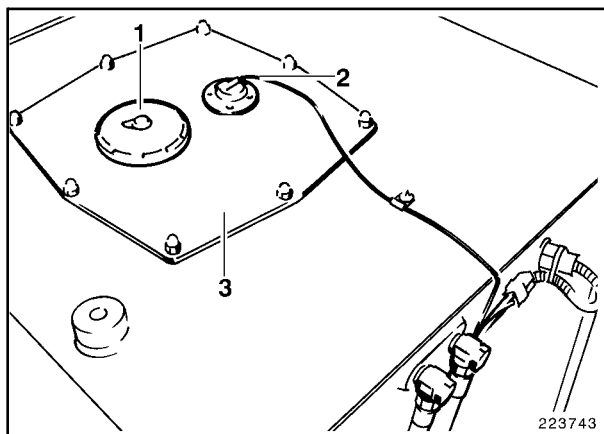
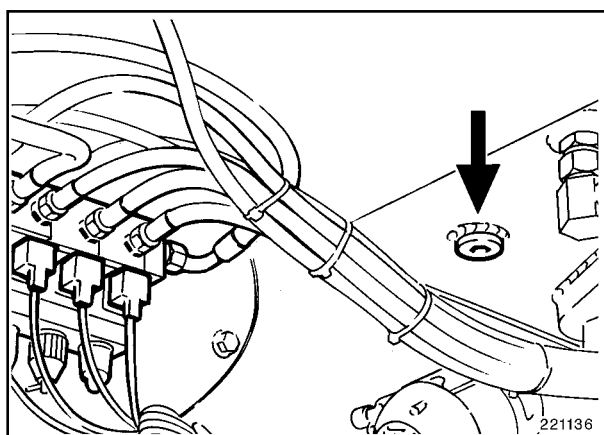

Fig. 1
Fig. 2
- Retirar el enchufe del transmisor del nivel de relleno (2, Fig. 1).
- Desmontar la tapa de depósito de combustible (3).
- Desenroscar el tornillo de purga en la parte inferior del depósito de combustible (Fig. 2) y purgar el combustible.
- Renovar la junta tovoidal debajo de la tapa (3, Fig. 1), montar la tapa.
- Llenar combustible por el inserto de tamiz en el tubo de relleno (1, Fig. 2).